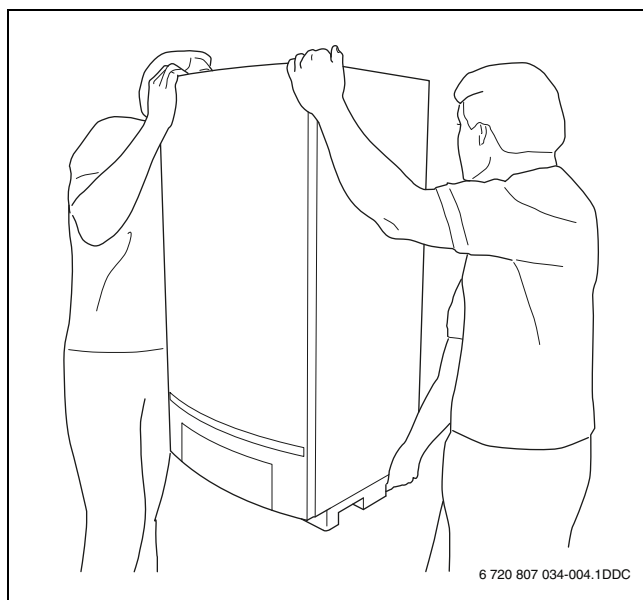

Fig. 9 Levage et transport conformes de la chaudière gaz à condensation
- ▶ Ne porter la chaudière gaz à condensation que par les côtés et pas par le tableau de commande ni le raccordement du tuyau d'évacuation des fumées (→ fig. 9).